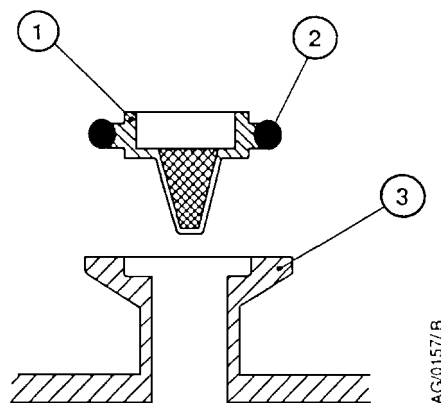

Рис. 8 – Впускной фильтр в сборе
1. См. рис. 8. Отсоедините вакуумную систему от входного отверстия (3) насоса и снимите центрирующее кольцо и фильтр в сборе (1), а также уплотнительное кольцо (2). Осмотрите центрирующее кольцо и уплотнительное кольцо. Если они чистые, перейдите к шагу 5. Если они грязные, перейдите к шагу 2.
2. Снимите уплотнительное кольцо (2) с центрирующего кольца и фильтра (1). Не допускайте контакта уплотнительного кольца с чистящим раствором.